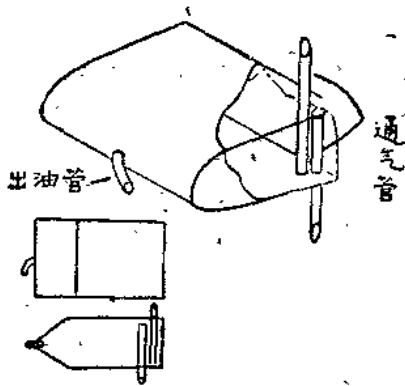

图4 普通式特技模型飞机油箱
1. 普通式油箱(如图4)。这种油箱外形呈斧头形状，装在油箱内侧前端的是两根进气管。为了使模型飞机在各种飞行状态时油箱都能供油，出油管应固定在油箱的外侧对称面上。管的一端伸入油箱中部，以便使模型在加速或减速时都